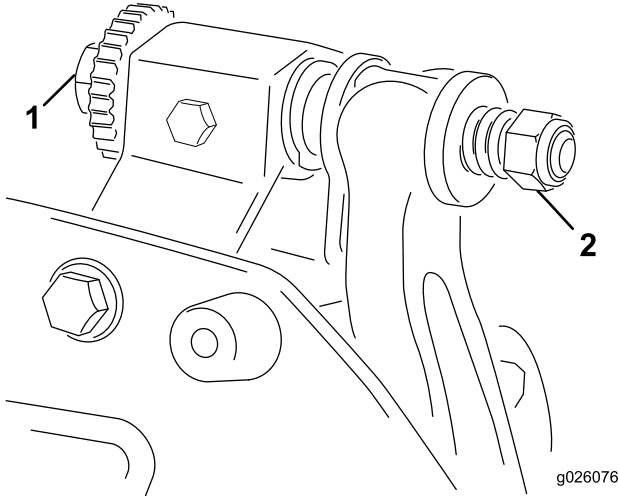

图4
2. 翻转滚刀组，露出底刀和滚刀。**确保底刀架调节螺丝的螺母或后端不接触工作表面（图4）。**